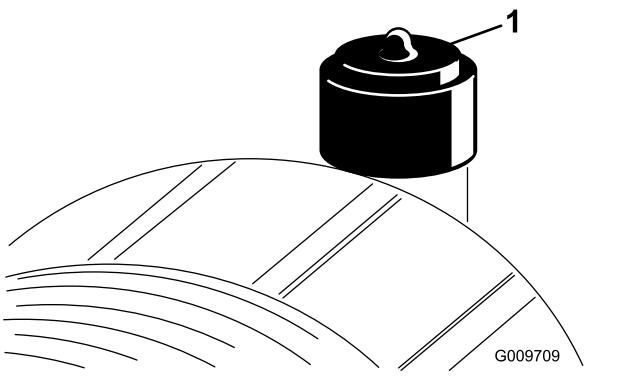

Figura 86
Faça a manutenção ao filtro de ar apenas quando o indicador de serviço (Figura 86) o exigir. Mudar o filtro de ar antes de ser necessário apenas aumenta a possibilidade de entrar sujidade no motor quando se retira o filtro.
9. Reinicie o indicador (Figura 86) se este se apresentar vermelho.